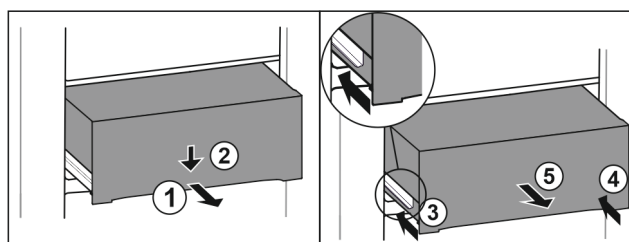

Fig. 89
- Estrarre il cassetto a metà. Fig. 89 (1)
- Premere il cassetto sul lato anteriore verso il basso. Fig. 89 (2)
- Spingere la guida sinistra di circa 2 cm verso l'interno. Fig. 89 (3)
- Spingere la guida destra di circa 2 cm verso l'interno. Fig. 89 (4)
- Rimuovere il cassetto tirandolo in avanti. Fig. 89 (5)